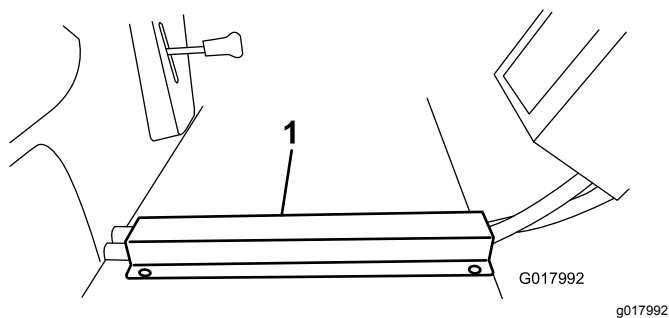

Figura 29
3. Coloque la canalización sobre las mangueras del panel de suelo, alineando el borde delantero con el borde delantero del panel de suelo. Marque y perforo taladros en el panel de suelo e introduzca los tornillos autorroscantes (Figura 29).